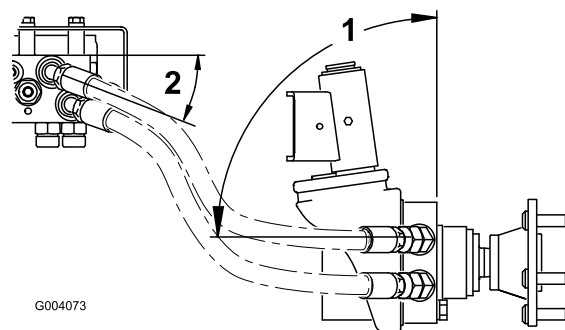

Figura 8
3. Ripetete l'operazione per il motore della ruota destra. Posizionate i flessibili come illustrato in Figura 8 e serrate tutti i raccordi dei flessibili.